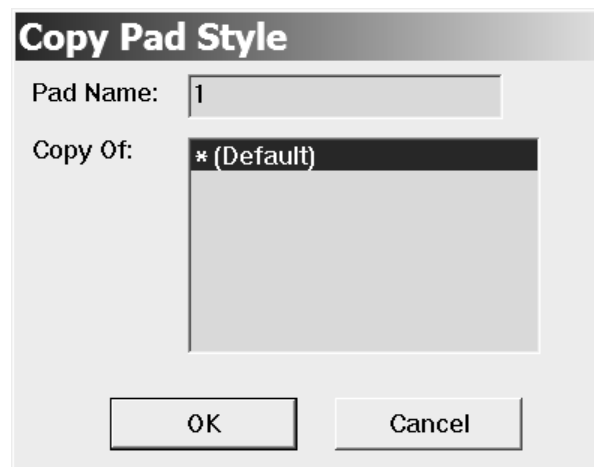

Рис.1.9.Созданиегруппыотверстий
6. Для расстановки контактных площадок необходимо определить все типы отверстий, встречающиеся на заданной плате. Для этого необходимо войти в меню Options, под меню PadStyle. При нажатии кнопки Copy задаётся имя для группы отверстий(рис. 1.9).